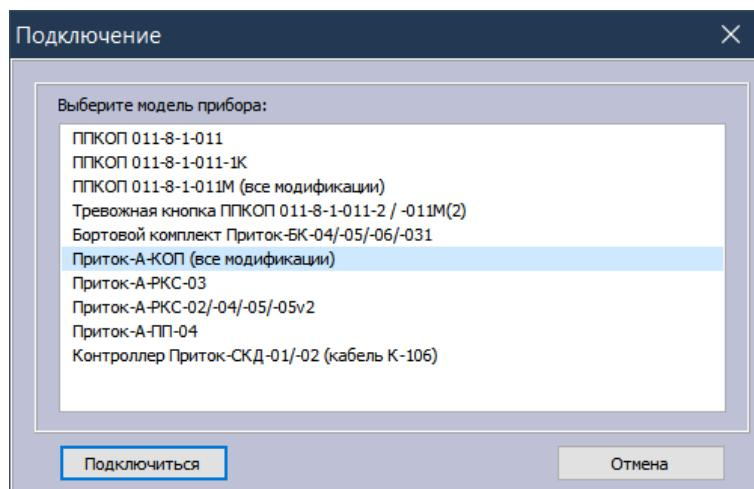

Рисунок 2
1) Подключите КОП к компьютеру с помощью стандартного кабеля mini-USB и запустите программу «Конфигуратор параметров Uniprof». В левом верхнем углу окна программы нажмите кнопку «Считать из прибора». В появившемся окне «Подключение» выберите из списка «Приток-А-КОП (все модификации)» и нажмите кнопку «Подключиться» (см. рисунок 2). Дождитесь завершения чтения параметров от КОП.